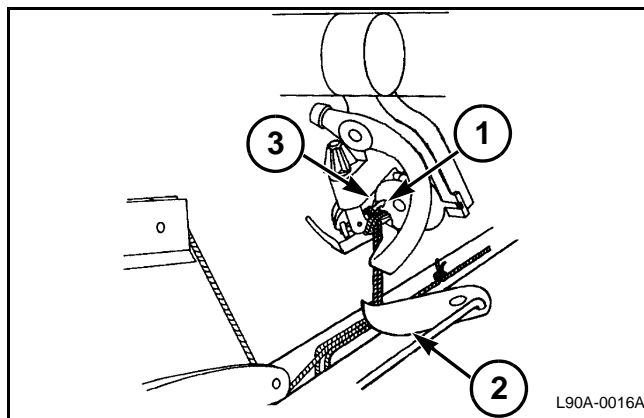

FIG. 15
FIG. 15: La podadora continúa girando alrededor de 180 grados mientras que la lengüeta de la podadora (1) se eleva para recibir los extremos del cordel. La uñeta del cordel (2) se retrae para proporcionar cordel para el siguiente nudo. El disco del cordel termina de girar y el cordel queda en posición para que la cuchilla (3) lo corte.